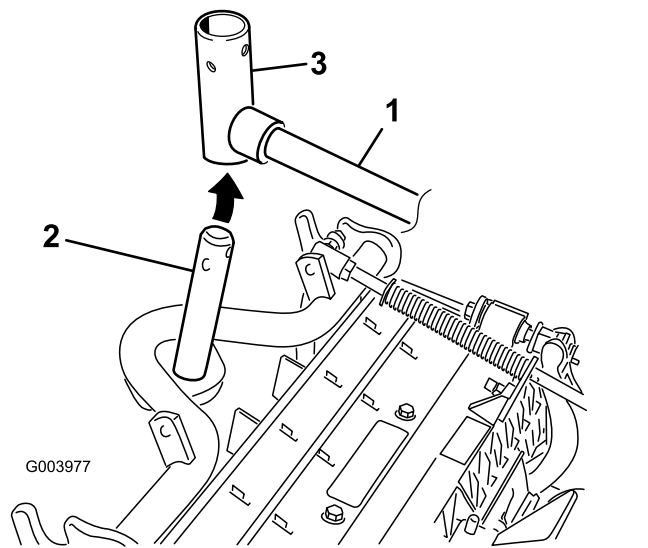

图 8
7. 对于前滚刀组在将承载架轴向上插入提升臂轴轭的同时把滚刀组滑到提升臂下方图 8。
B. 将提升臂轭插入承载架轴的上方图 8。